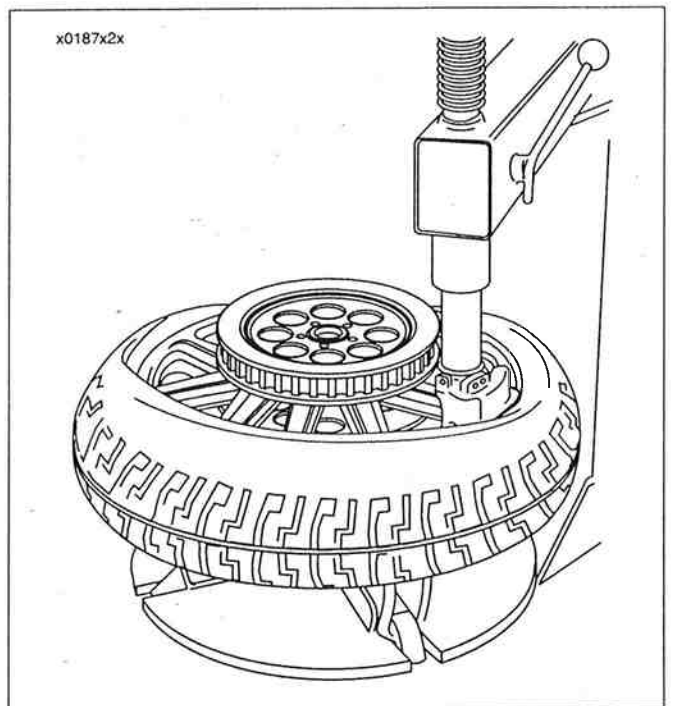
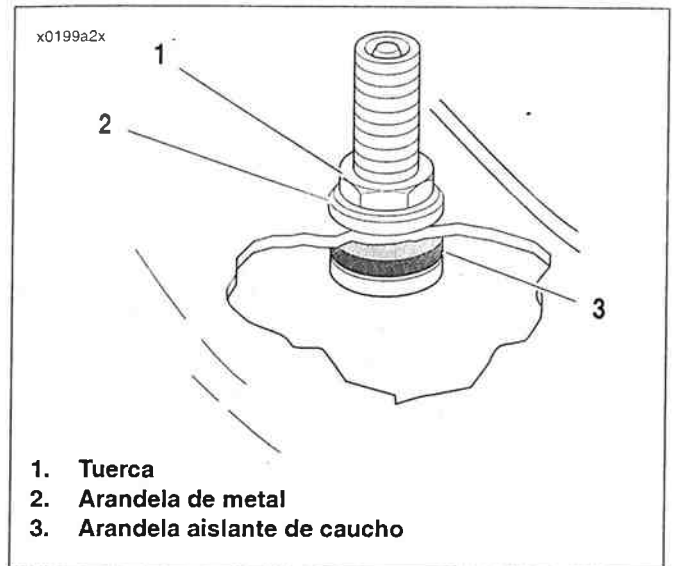

Figura 2-68. Montaje del reborde en el aro
Figura 2-69. Vástago de la válvula de los neumáticos sin cámara
3. Vea la Figura 2-68. Comenzando del agujero del vástago de la válvula, inserte el primer reborde dentro de la cavidad del aro. Siga montando a mano el reborde lo más que sea posible. Use la herramienta para neumáticos para montar el resto del reborde sobre el reborde del aro.
1. Vea la Figura 2-69. En las ruedas sin cámara, se deben reemplazar los vástagos de la válvula averiados o con fugas. Instale la arandela aislante de caucho (3) en el vástago de la válvula.
3. Instale la arandela de metal (2).
6. Vea la Figura 2-68. Comenzando en el lugar del vástago de la válvula, inserte el primer reborde dentro de la cavidad del aro. Siga montando a mano el reborde lo más que sea posible. Use una herramienta para neumáticos para montar el resto del reborde sobre el reborde del aro.